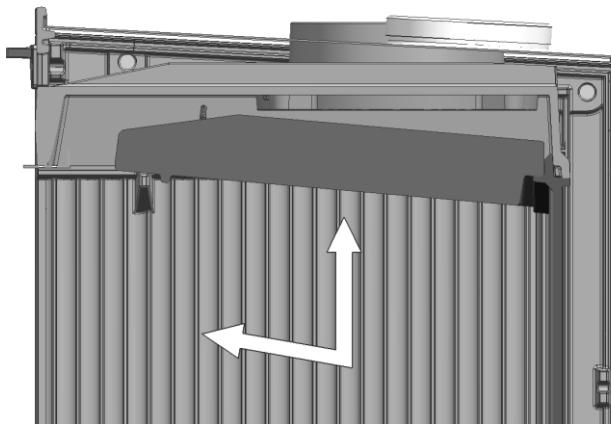

Fig. 1
1. A –Deslizar la placa deflectora hacia delante y hacia arriba hasta sacar los pivotes de los laterales de los alojamientos del propio deflecto (Fig.1)